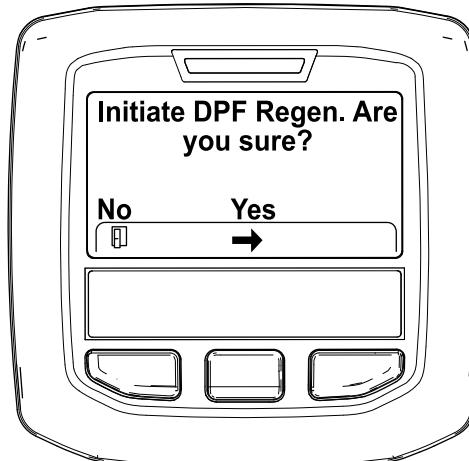

Figure 46
4. Quand le message « Initiate DPF Regen. Are you sure? » (lancer régénération FAP. Êtes-vous sûr(e) ?) s'affiche, appuyez sur le bouton central (Figure 46).